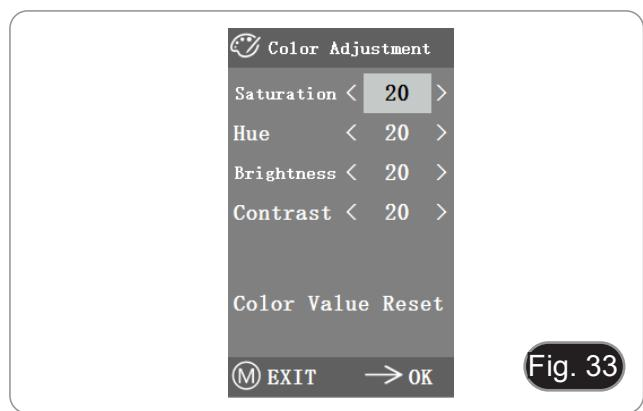

Fig. 33
- Dopo essere entrati nel menu di regolazione del colore (Fig. 33), Saturazione, Tonalità, Luminosità e Contrasto possono essere regolati per far raggiungere all'immagine il livello richiesto.